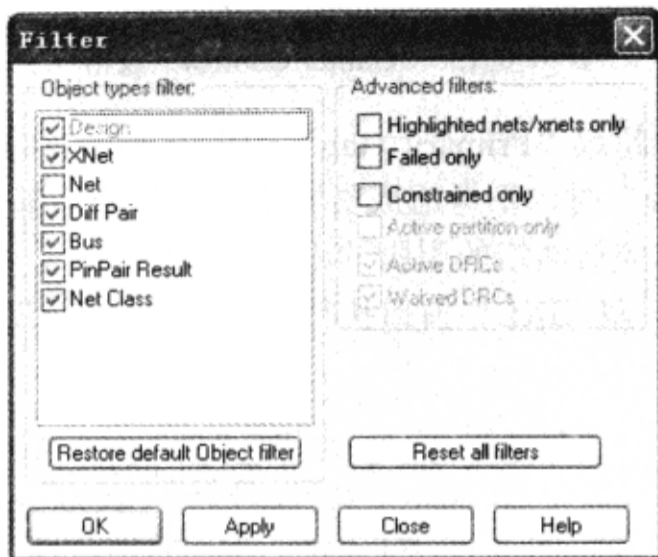

图 6-7-3 “Filter”窗口
(4) 单击“OK”按钮，关闭“Options”窗口。
(5) 在“Allegro Constraint Manager”窗口执行菜单命令“Objects”→“Filter”，弹出“Filter”窗口，具体设置如图 6-7-3 所示。